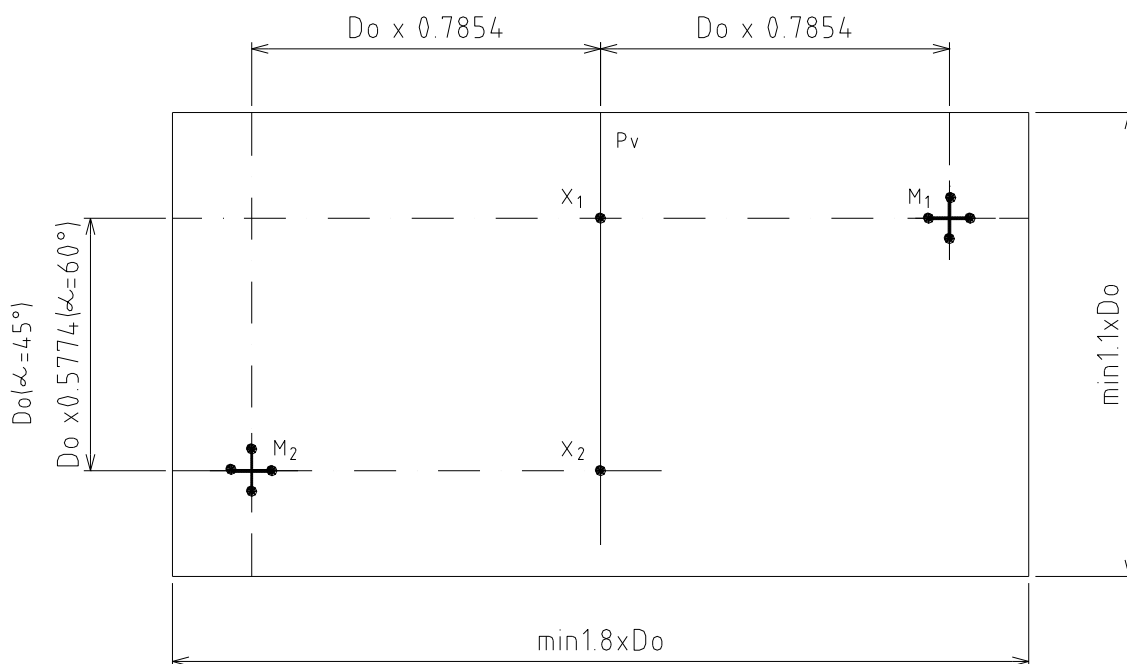

Рис. 22 Бумажный шаблон
B. В точках X_1 и X_2 проведите параллельные линии перпендикулярно осевой линии p_v , по одной с каждой стороны, и отметьте на них точки M_1 и M_2 на расстоянии $D_o \times 0.7854$. Отметьте точки M_1 и M_2 крестами с помощью линий минимальной длины 100 мм (см. рис. 22).